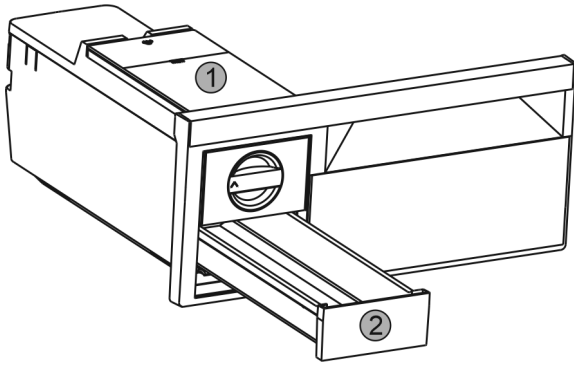

Fig. 29
- ▶ Enlever le réservoir d'eau Fig. 29 (1) et le tiroir à glaçons Fig. 29 (2).